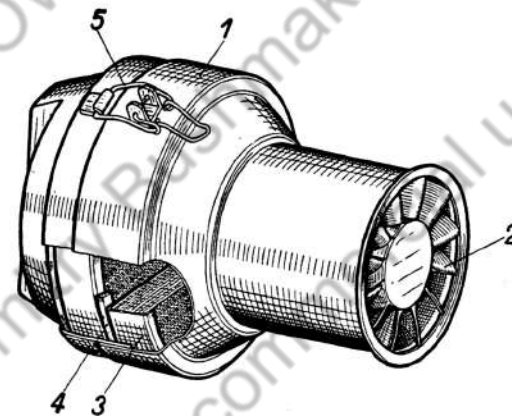

Bild 22. Luftfilter
Die unter der Motorhaube angebrachten und den beiden Vergasern vorgeschalteten Luftfilter (Bild 22) sind als Naßfilter ausgebildet. Die Filter (3) sind in Blechgehäusen (1) untergebracht, welche zur Dämpfung der Ansaugeräusche mit verschiedenen Luftführungsblechen (2) ausgerüstet sind. Die Filter bestehen aus mit Oel angefeuchtetem Stahlgewebe, durch welches die Luft hindurchströmen muß. Der in der Luft enthaltene Staub setzt sich an der feuchten Oberfläche der Stahlgewebe ab. Es ist deshalb erforderlich, daß die Filter nach etwa 1 000 km Fahrstrecke durch Auswaschen mit Petroleum gereinigt und dann mit Motorenoel neu angefeuchtet werden. Je nachdem das Fahrzeug in sehr staubigem Gelände gefahren wurde, ist die Zeit der erforderlichen Reinigung entsprechend abzukürzen. Nach Öffnen der Überspannverschlüsse (5) an den Blechgehäusen können die Filter herausgenommen werden.